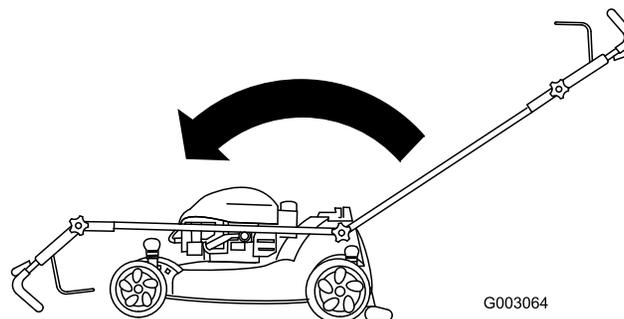

Figure 45
3. Amenez le guidon vers l'avant (Figure 45).